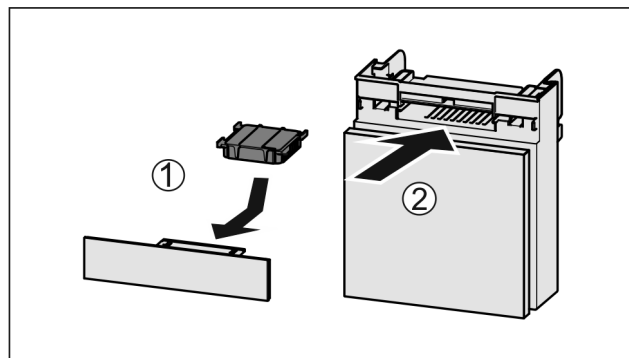

Fig. 124
- Introduceți Fig. 124 (1) filtrul de cărbune activ după cum se vede în figură.
- Împingeți Fig. 124 (2) compartimentul în interior.